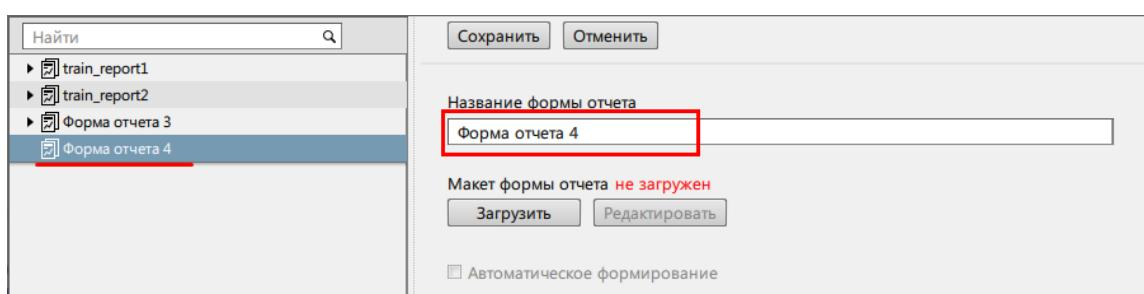

Рисунок 128 - Редактирование названия формы отчета
7. Измените название отчета, если необходимо (Рисунок 128).